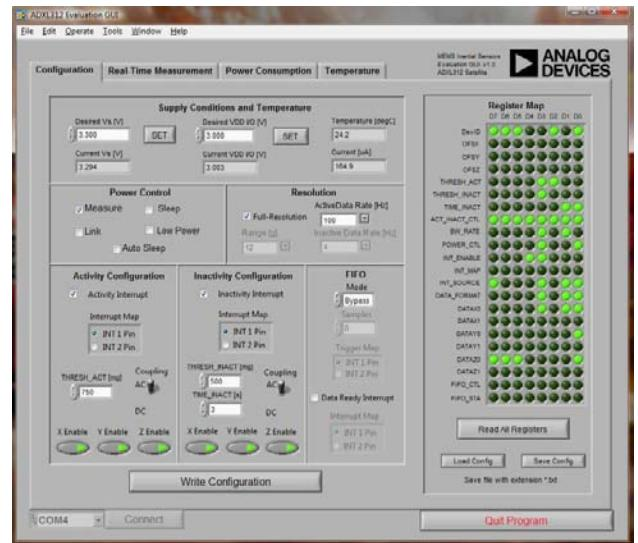

図 19. Configuration パネルの設定例
- メモリ・マップ値は、Configuration タブ上の各種フロント・パネル・コントロールを使って変更します。Activity Configuration、Inactivity Configuration、FIFO Mode、Resolution などはすべて、これらのコントロールで調整できます。必要な設定を終えたら、Write Configuration ボタンをクリックしてその設定値を ADXL312 メモリ・マップに転送します。メモリ・マップはリフレッシュして、新たに書き込まれた値を示します。Write Configuration ボタンをクリックしたときの Configuration タブは、図 19 のようなものとなります。このパネル上での設定は、GUI のほかの箇所に必要に応じて事前にロードされます。